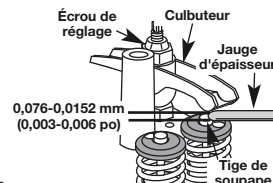

Fig. 36
- Glissez la jauge d'épaisseur entre le culbuteur et le ressort de rappel de la soupape. Mesurez le jeu entre la tige de soupape et le culbuteur (Fig. 36). Faites-le pour les soupapes d'admission et d'échappement.
- Tournez l'écrou de réglage à l'aide d'une clé de 8 mm (5/16 po) ou d'un tournevis à embout hexagonal (Fig. 36).